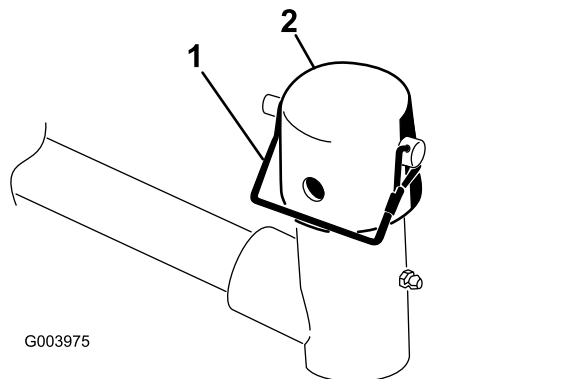

Bild 9
9. Nehmen Sie den Einraststift und die Kappe vom Gelenkjoch des Hubarms ab (Bild 9).
Hinweis: Verwenden Sie den Schlitz, wenn Sie das Mähwerk lenken möchten, oder das Loch, wenn Sie das Mähwerk arretieren möchten (Bild 9).